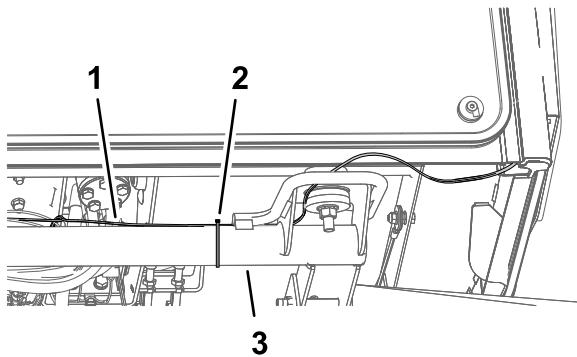

Figure 24
- Groundsmaster séries 4010 et 4110 : attachez la branche reliée au phare du faisceau de la plate-forme au tune transversal avec un attache-câble, comme montré à la Figure 24.